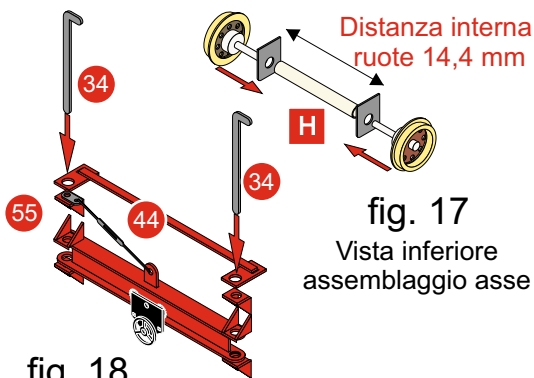

fig. 17
23) Assemblare la parte superiore ed inferiore del modello con le due viti M1,5 [ I ], inserendole dalla parte inferiore del modello. Inserire i semiassi raccordandoli con il tubicino [ H ] con foro interno da 1mm. come mostrato in fig 17. **Nota: per le nuove versioni del kit vedere il punto 29.** Ritoccare con un pennellino i due repingenti /porta gancio anteriore e posteriore con colore rosso segnale Art.22-140